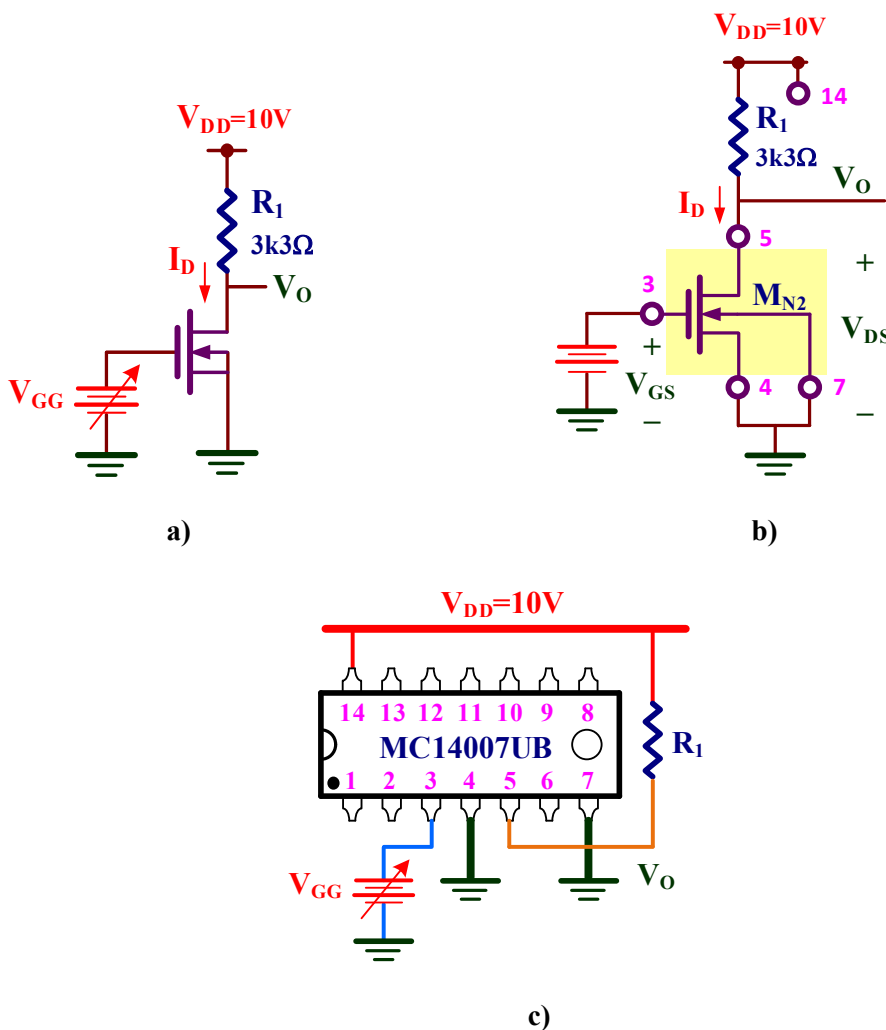

Figura VIII.3. Circuito NMOS con entrada variable: **a)** Esquema; **b)** Implementación con el MC14007UB; **c)** Descripción del cableado para realizar el montaje.
B) Montar el circuito de la figura VIII.3 y medir el valor de V_{GG} para que $V_O=5V$.
Análisis teórico. La condición $V_O=V_{DS}=5V$ en el circuito de la figura VIII.3 fija la corriente I_D como